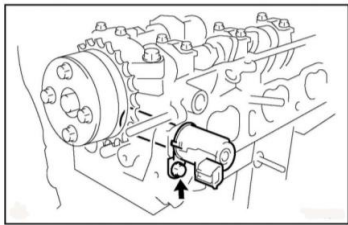

Рисунок II-98
2) Установите клапан подачи масла, закрепив его болтами (см. *Рисунок II-98*).